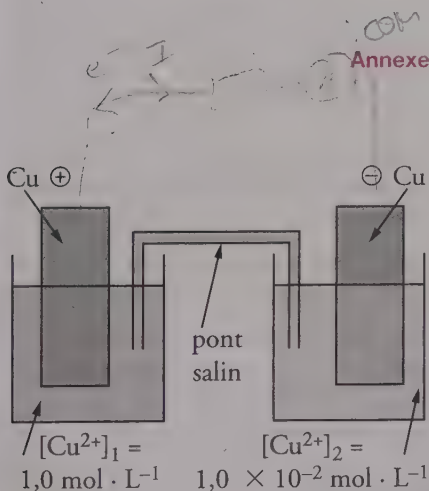

Figure 1
1. Écrire les demi-équations des réactions se produisant aux électrodes en accord avec la polarité donnée sur la **figure 1** en **annexe**.
1. Compléter le schéma de la **figure 1** en **annexe** (à rendre avec la copie).